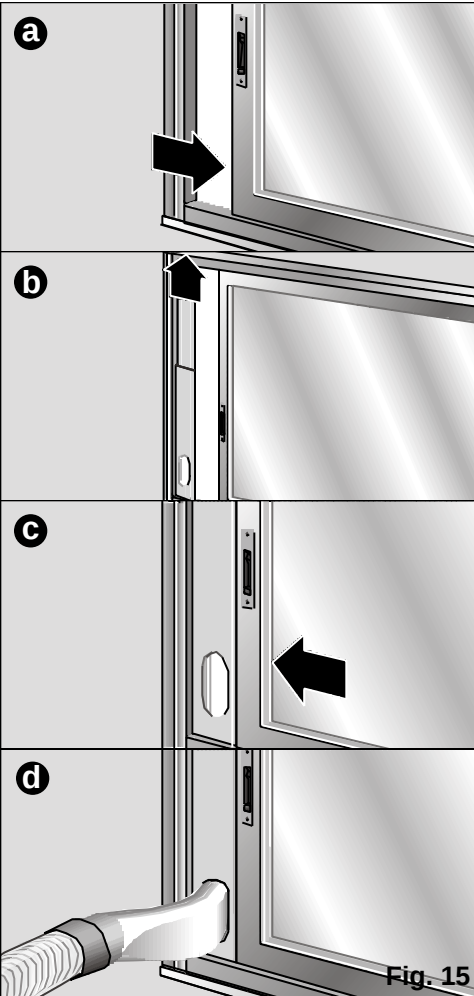

Fig. 15
- Può usarsi anche l'accessorio d'installazione slitta finestra / balcone (vedasi "Descrizione degli accessori"), **Fig. 15: a, b, c, d**. Esso serve sia per finestre orizzontali, sia verticali/ balconi.